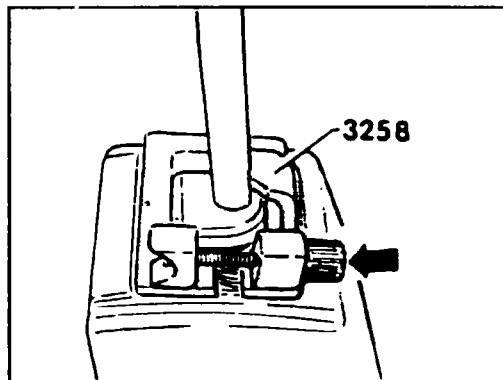

Рис. 5.32 Установка шаблона
- ◆ Ослабьте хомут (см. по стрелке рис. 5.32). Тяга выбора кронштейна переключения должна свободно перемещаться по направляющему штифту кронштейна 1 (см. рис. 5.30).
- ◆ Установите в отверстие корпуса кулисы шаблон и зафиксируйте его винтом (см. рис. 5.32).